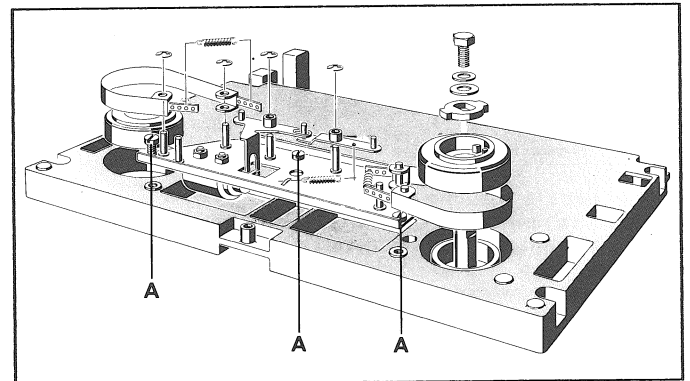

Fig. 3
- Contrôler que les deux systèmes de freinage sont desserrés simultanément par les tiges de levage. Si ce n'est pas le cas, on peut desserrer le châssis de freinage (3 vis A, fig. 3) et le décaler jusqu'à ce que les bandes soient soulevées simultanément. Si nécessaire, un levier de réglage de frein peut être légèrement courbé. Pour le réglage des aimants de freinage, ceux-ci doivent être excités.